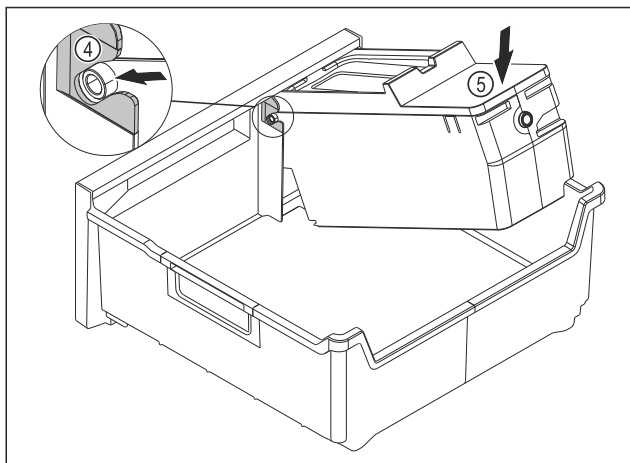

Fig. 110
- ▶ Montare il corpo dell'EasyTwist-Ice: Inserire gli assi del corpo dell'EasyTwist-Ice nelle guide Fig. 110 (4).
- ▶ Spingere il corpo dell'EasyTwist-Ice Fig. 110 (5) posteriore verso il basso.